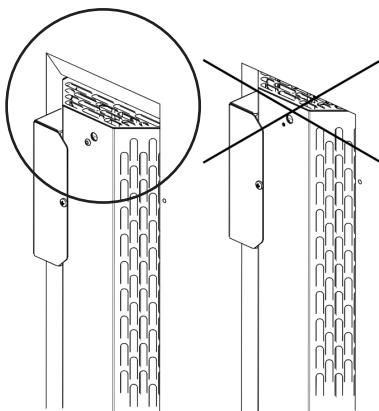
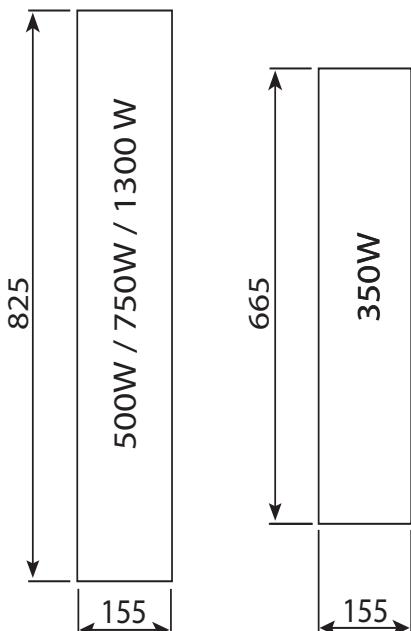

Abb. 1: Lüftungsschlitz freilassen
Abb. 4: Montageausschnitte Infrarot-Strahler
- Die Lüftungsschlitz oben und unten dürfen NICHT abgedeckt werden (siehe Abb. 1)
Beachten Sie **Abb. 1** und **Abb. 4**.